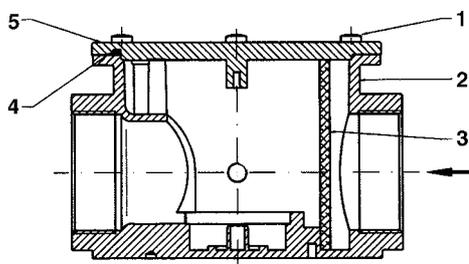
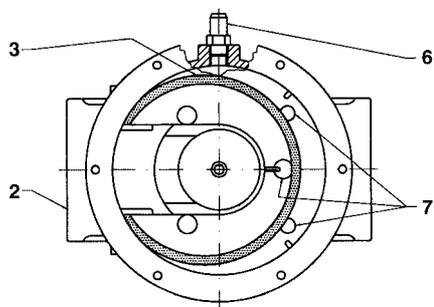

Рис. 25b
Рис. 25c - Вид сверху без крышки
#### С резьбовым соединением - Рис. 25b и Рис. 25c
После того, как вы убедитесь, что внутри фильтра нет газа, снимите крышку (5) отвинтите крепёжные винты (1). Снимите фильтровальный патрон (3), промойте его водой с мылом, продуйте сжатым воздухом (или замените его при необходимости) и установите его на прежнее место, проверив, что он расположен между соответствующими штифтами (7), контролируя, чтобы не было препятствий для установки крышки (5). Затем установите крышку (5), следя, чтобы кольцо-прокладка (4 на Рис. 25b) было установлено в соответствующий паз.
#### Описание (Рис. 25b - Рис. 25c)